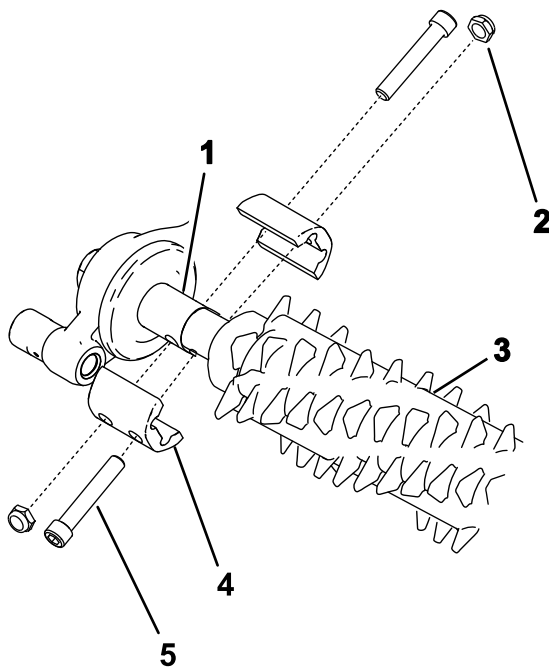

図 17
- グルーミングリールを、駆動ボックスとアイドルアセンブリとの間にセットする 図 17。
3. 図 17のように、グルーマをマシンに取り付けるボルトは軽く締めた状態にする。